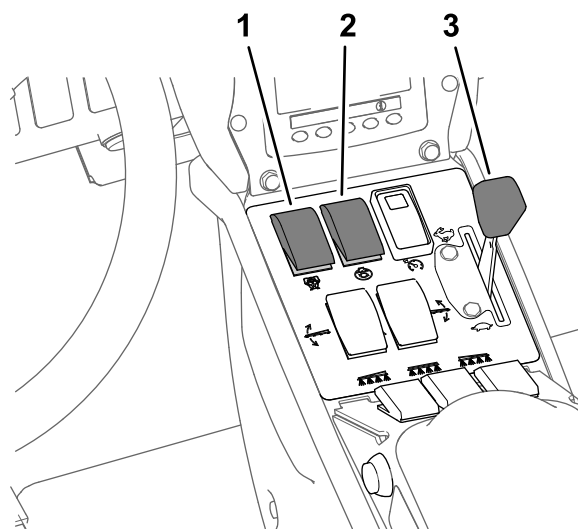

Рисунок 37
8. Установите переключатель перемешивания и выключатель насоса для опрыскивания в положения Вкл. (Рисунок 37).
9. Установите регулятор дроссельной заслонки в положение БЫСТРО (Рисунок 37).
Примечание: При выполнении этой процедуры предполагается, что насос для опрыскивания включен; см. Рисунок 37 в разделе Опрыскивание в режиме заданной нормы внесения \(страница 40\).
4. Установите рычаг дроссельной заслонки в требуемое положение частоты вращения двигателя для опрыскивания; см. Рисунок 37 в разделе Опрыскивание в режиме заданной нормы внесения \(страница 40\).